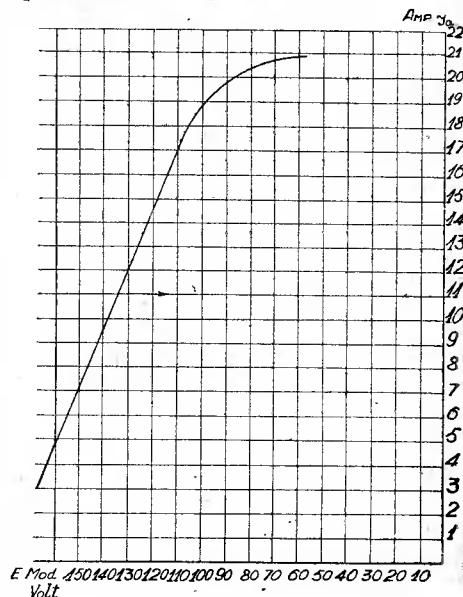

Рис. 1.
1) Лангенберг 15 KW (Германия), 2) Мотала 30 KW (Швеция), 3) Цеезен, иначе Кенгсвустергаузен 30 KW (Германия), 4) Лахти 30 KW (Финляндия), 5) Каттовицы 10 KW (Польша), 6) Будапешт 15 KW (Венгрия), 7) Вена 15 KW (Австрия), т. е. сеточную модуляцию применяют очень многие из принимаемых нашими любителями станций. Модуляционной характеристикой называют зависимость между напряжением на последнем каскаде усилителя низкой частоты (на входе передатчика) и антенным током, т. е. если мы в схеме рис. 13 (№ 13 журнала «Р. В.») будем менять, положим, напряжение смещающей батареи и будем записывать в это же время показания антенного амперметра, то и получим модуляционную характеристику (рис. 1).
Рис. 1 как раз и представляет собой эту зависимость для выстроенной фирмой «Телефункен» радиовещательной станции в Будапеште (Венгрия). По этой характеристике видно, кроме того, что она хороша в смысле прямолинейности и следовательно неискаженности, чистоты передачи, но для нас существенно то, что силу тока покоя можно определить для одного и того же передатчика различно, неодинаково. Немцы при определении мощности своих передатчиков, работающих по схеме модуляции на сетку, поступают так: делят прямолинейную часть модуляционной характеристики пополам, это дает точку покоя (в данном
случае 11 amp.), при этом токе покоя их передатчики дают 70%-ную неискаженную модуляцию. При более глубокой модуляции возможны искажения, так как ток по модуляционной характеристике будет «заходить» или на верхний загиб, или на непоказанный на рис. 1 нижний загиб. Таким же методом определена сила тока покоя всех перечисленных выше передатчиков.
Однако можно поступить и иначе: «встать» по модуляционной характеристике на точку тока покоя выше средней, скажем, 15 amp. (см. рис. 1), но уже в этом случае получить 70%-ную неискаженную модуляцию не удастся.